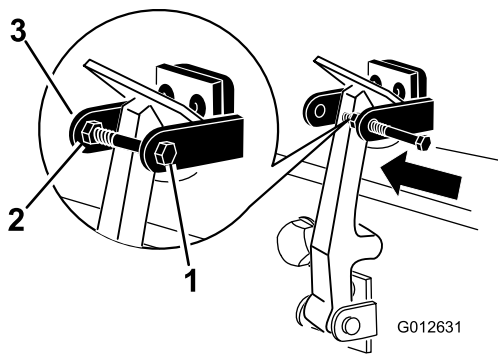

Figura 11
8. Instale o parafuso no outro braço do suporte do trinco do capot para prender o trinco na posição (Figura 11). Aperte o parafuso firmemente, mas não aperte a porca.